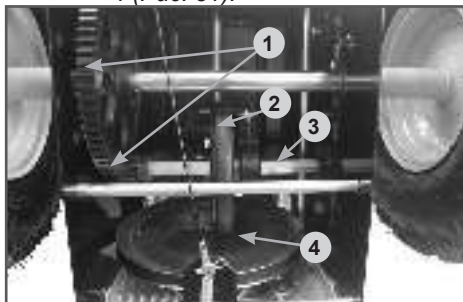

Рис. 31 Обслуживание трансмиссии
Если при нажатом рычаге включения хода снегоотбрасыватель не движется или при нажатии на рычаг включения хода слышны посторонние звуки, а регулировка длины троса включения хода не позволяет устранить проблему, возможно, фрикционное колесо 2 (Рис. 31) полностью износилось и его необходимо заменить.
4. Нанесите многоцелевую консистентную смазку CHAMPION EP-0 тонким слоем на шестигранный вал 3 фрикционного колеса и зубья шестерен 1 (Рис. 31).
Не допускайте попадания смазки на резиновое попадание фрикционное колесо 2 и ведущий диск 4 (Рис. 31).
1. Слейте топливо из топливного бака и карбюратора (Рис. 31).